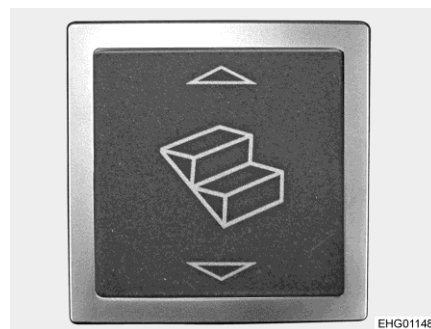

Fig. 6 Pulsante basculante per scalino di ingresso (zona di ingresso)
- Premere il pulsante basculante (Fig. 6) nella zona di ingresso. Lo scalino di ingresso esce in direzione orizzontale.